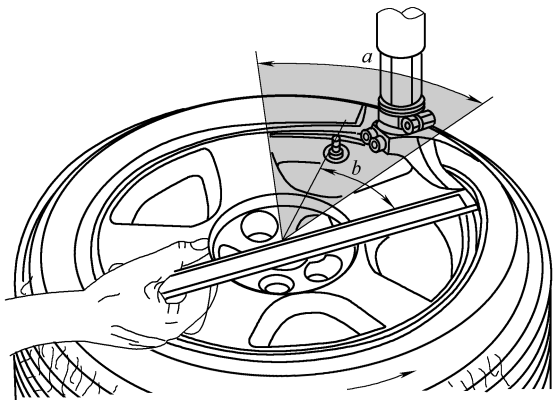

图 5-2-6 轮胎的拆卸示意图
(1) 拆下镀镍气门芯，排出轮胎空气。
(2) 拆下轮胎。装入压出铲之后，先将轮胎气门对面一侧的轮胎压出。在阴影区 a 处不要使用压出铲，如图 5-2-6 所示。
将拉拔头定位在气门附近，从而可在气门边上以约 30° 角(见图 5-2-6 中 b 处)插入撬杠，然后首先拔出气门区的轮胎。目测是否有松动或损坏的部件，发现螺栓联接松动后更换整套气门。